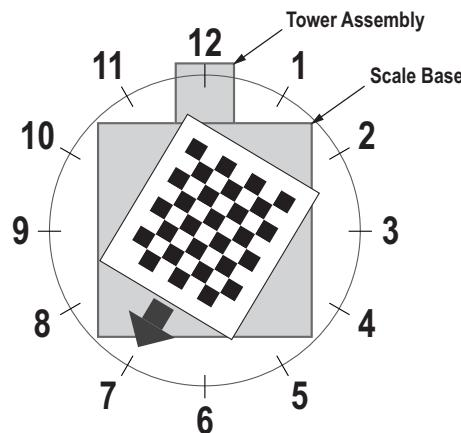

Figura 5-12. Gire a las 7 en punto
11. Alinee el objeto de calibración de modo que las cruces estén centradas. Gire el objeto de calibración a las 7 en punto con el conjunto de la torre a las 12 en punto. (Figura 5-12).